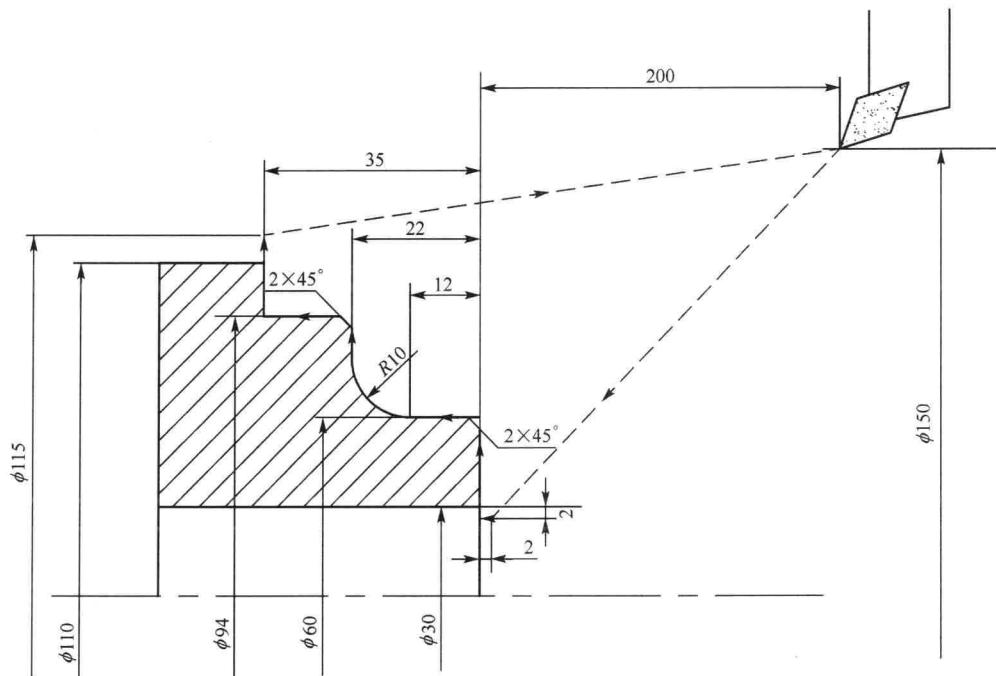

图 1-8 外形切削练习
(2) 指令练习：刀尖半径补偿练习
**【练习 1】** 根据图 1-8 中利用刀具（尖）半径补偿做出的刀具路径，完成程序编制。刀尖  $R$  为 0.4mm。